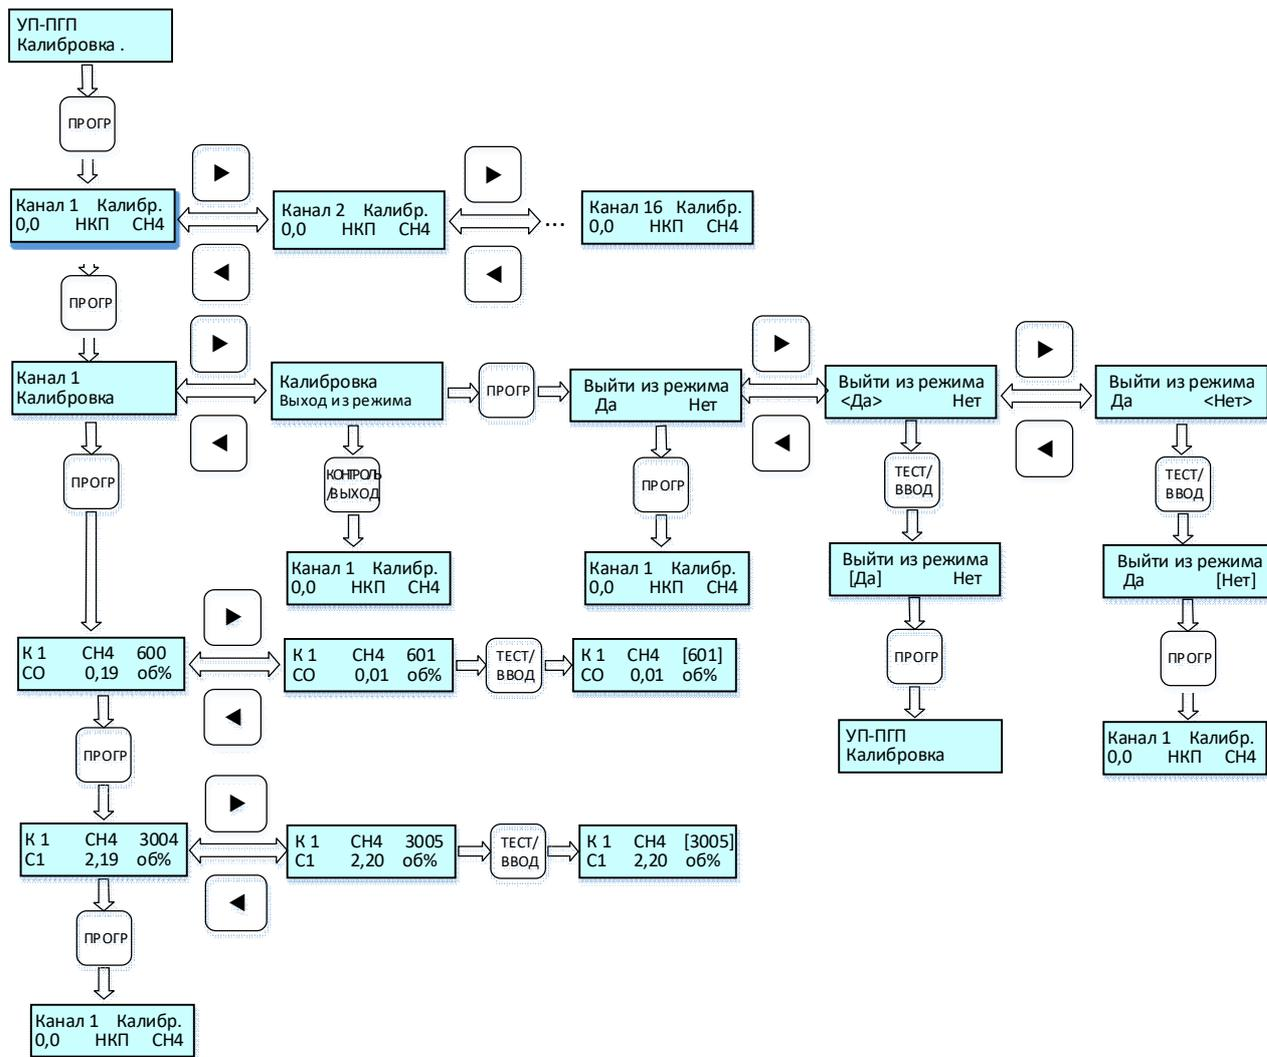

Рисунок 22 – Циклограмма выводимых сообщений на дисплей меню «УП-ПП Калибровка».
2.4.3.30 Пункт меню «УП-ПГП Калибровка» используется для калибровки каналов УП-ПГП на предприятии-изготовителе и должен производиться специалистами организаций, аккредитованных на право проведения калибровочных работ (*рис. 22*).